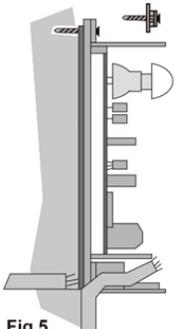

Fig.5
2. Bohrlöcher (siehe Abb. 5 für Bohrdetails).